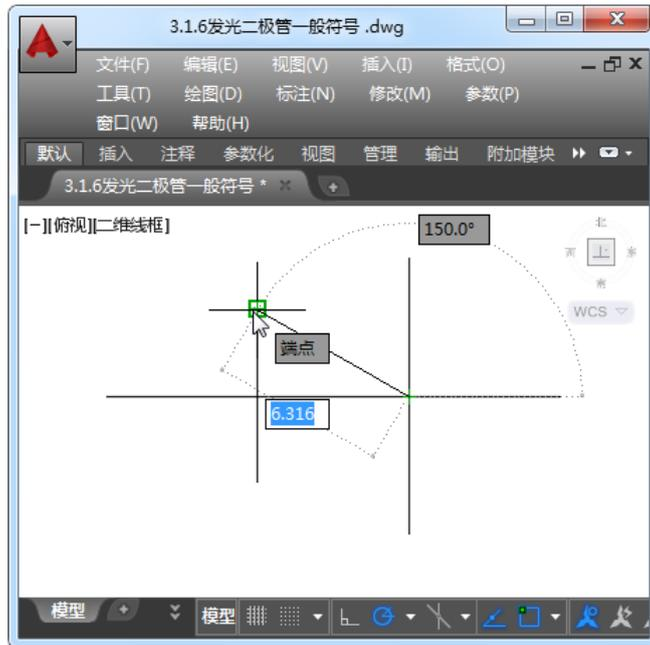

图 3-20 绘制直线
Step09: 执行【直线】命令，以右边竖线的中点为起点，绘制角度为  $150^\circ$  的直线，并与左边竖线相交，如图 3-20 所示。